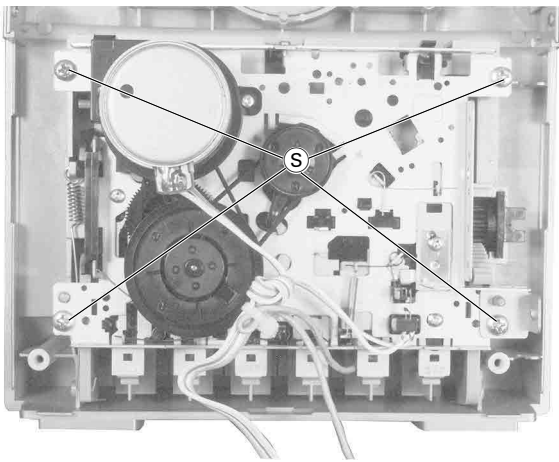

Fig. 9
- 4 Schrauben **(S)** (Fig. 9) herausdrehen.
- Undo 4 screws **(S)** (Fig. 9).